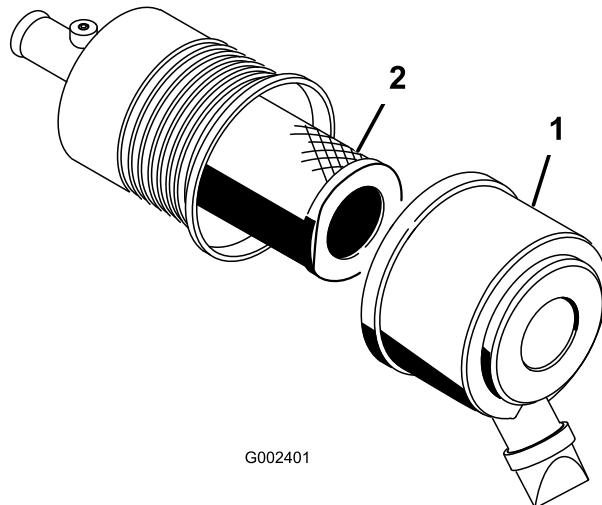

Figure 44
1. Déverrouillez le filtre à air et détachez le couvercle du corps du filtre (Figure 44).
3. Sortez le préfiltre du corps du filtre avec précaution (Figure 44).
6. Si vous remplacez l'élément filtrant de sécurité, insérez-le avec précaution dans le corps du filtre (Figure 44).
- Placez ensuite le préfiltre sur l'élément de sécurité avec le même soin (Figure 44).
- Reposez le couvercle du filtre à air, le côté en haut, et verrouillez-le (Figure 44).